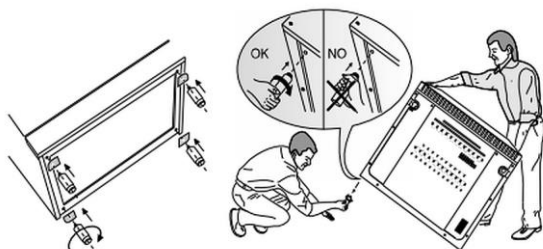

Fig. 2
- Montare i piedini forniti in dotazione, avvitandoli nei fori appositamente predisposti sotto all'apparecchio (fig. 2)